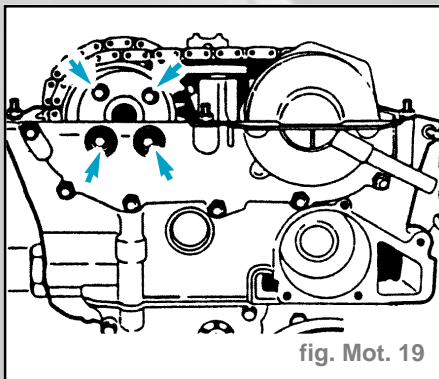

fig. Mot. 19
- Dévisser les bouchons filetés du groupe de réglage et desserrer les vis (fig. Mot. 19).
- Serrer le pignon de chaîne de l'arbre à cames d'échappement en deux passes (fig. Mot. 19).